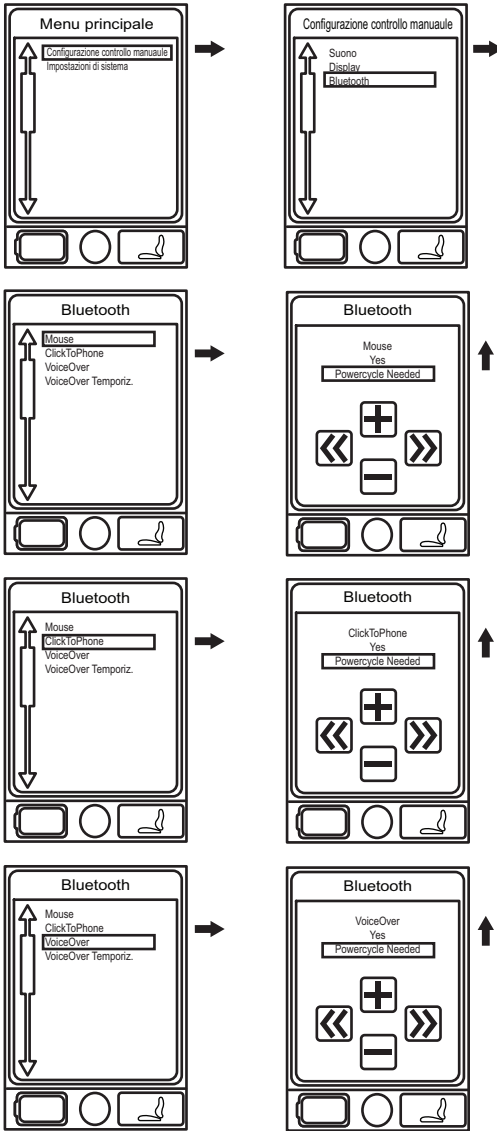

Figura 3A. Bluetooth Menu
2. Premere il pulsante Menu per accedere alla schermata del menu principale. **Vedere figura 3A.**
3. Utilizzare il joystick per evidenziare l'opzione Impostazioni di comando manuale, quindi spingere il joystick verso destra per selezionare quella funzione. **Vedere figura 3A.**
6. Spingere il joystick in avanti per attivare la schermata Bluetooth. **Vedere figura 3A.**